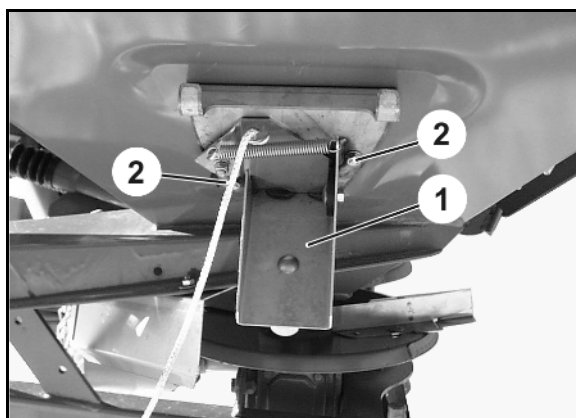

Fig. 42
1. Fjern plastpropperne (Fig. 42/1)